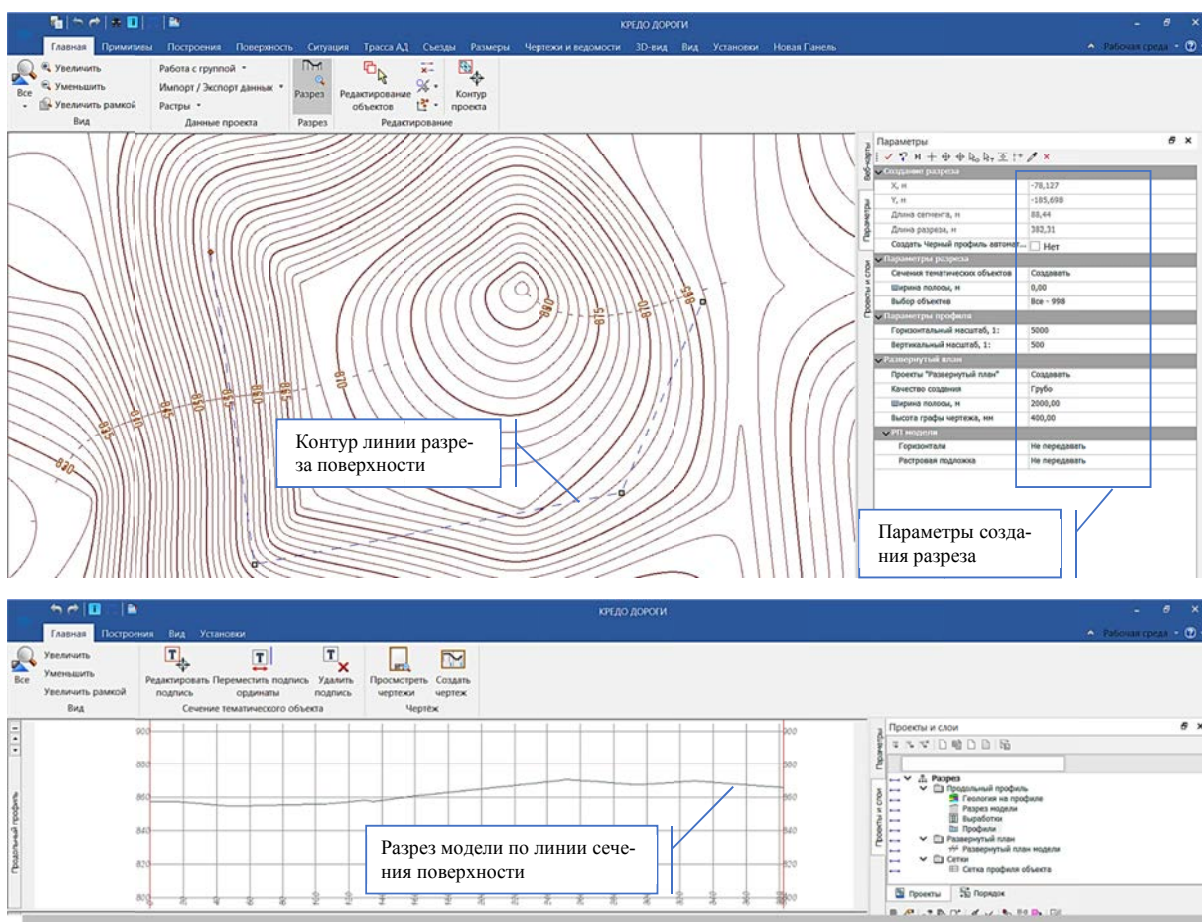

Рис. 7.13. Создание разреза модели земной поверхности по выбранному сечению
12. Для оценки полученного рельефа, а также для определения будущего местоположения проектируемых объектов есть возможность предварительно просматривать разрез местности по выбранному направлению. Для этого необходимо выполнить команду ГЛАВНАЯ – РАЗРЕЗ, затем с помощью указания последовательных точек очертить местоположение интересующего разреза поверхности. Завершить построение можно двойным щелчком мыши по последней точке разреза или выбрать параметры создания разреза, а после применить построение (**клавиша F12**) и посмотреть полученный результат (рис. 7.13).